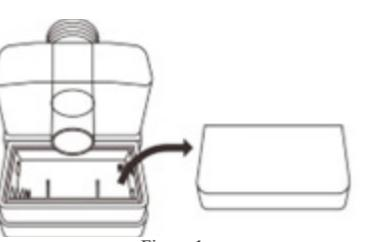

Figura 1
A. Rimuovere il coperchio del vano batteria sul retro del dispositivo, come mostrato nella Figura 1.